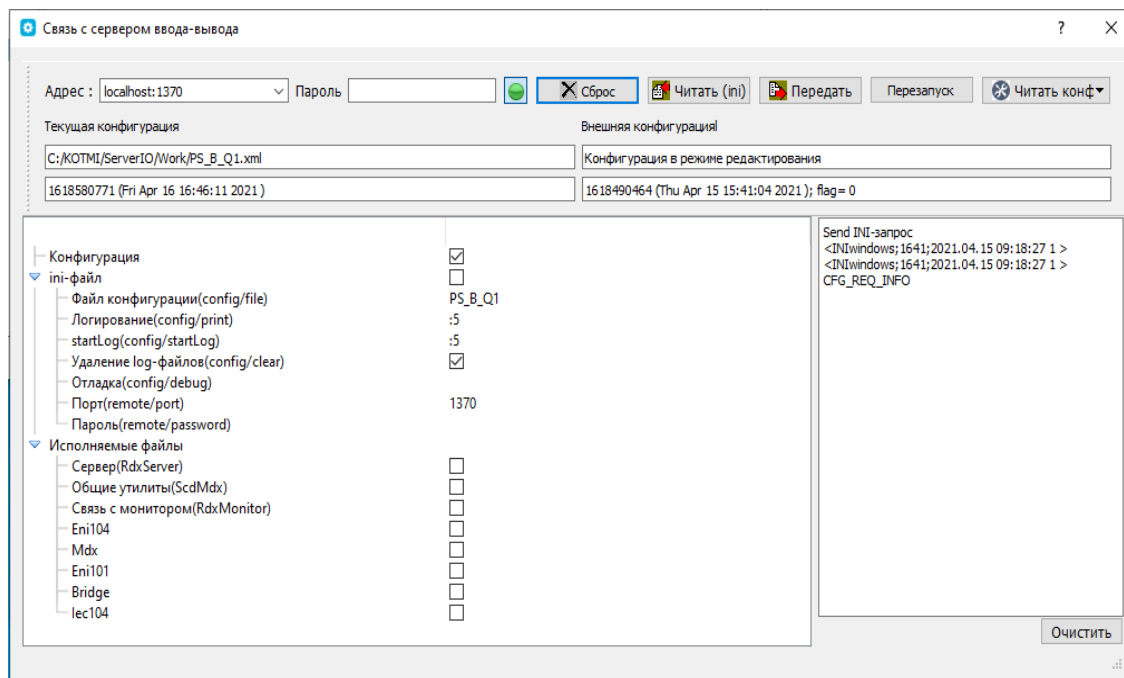

Рисунок 5.72 – Выбор опций для передачи конфигурации
- Отмечаем в основном окне (Рисунок 5.72) чек-бокс «Конфигурация», указывая тем самым, что необходимо перезагрузить конфигурацию. Меняем при необходимости параметры ini-файла и отмечаем чек-бокс «ini-файл», если необходимо перезагрузить ini-файл.